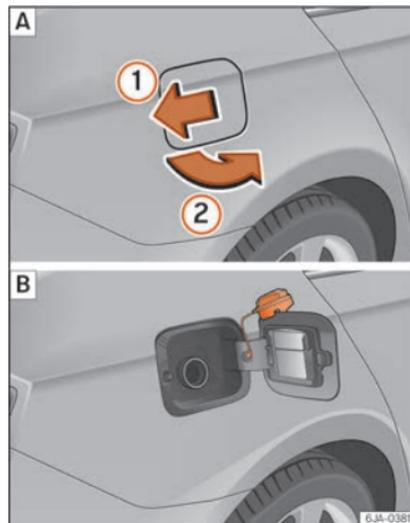

Abb. 241 Fahrzeugseite hinten rechts: Tankklappe / Tankklappe mit abgeschraubtem Verschluss
Auf der Innenseite der Tankklappe finden Sie die richtige Kraftstoffsorte für Ihr Fahrzeug sowie die Reifengröße und den Reifenfülldruck »» **Abb. 241** [B].
- Drücken Sie in Pfeilrichtung ① auf die Tankklappe »» **Abb. 241**.
- Öffnen Sie die Klappe in Pfeilrichtung ②.
- Tankverschluss links herum herausdrehen und oben auf die Tankklappe stecken »» **Abb. 241** [B].
- Nach Fahrzeugentriegelung mit der Fernbedienung der Zentralverriegelung drücken Sie auf die Tankklappe in Pfeilrichtung ① »» **Abb. 241**.